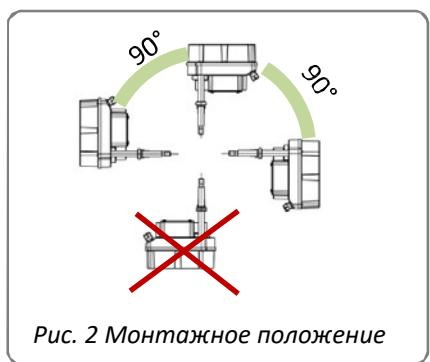

Рис. 2 Монтажное положение
- Приводы встраиваются таким образом, чтобы было достаточно свободного места для удобства снятия крышки (Рис. 1). Монтажное положение – любое, кроме конструкции «Кожух вниз» (Рис. 2)